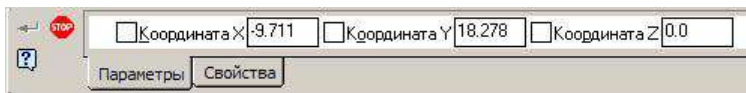

Рисунок 9.15 – Компактна панель і панель властивостей «Добавить из файла»
- клацніть мишею в діалоговому вікні «Выберите файл для открытия» по кнопці «Открыть». З'явиться відповідна панель властивостей «Добавить из файла» (рис. 9.15) з двома вкладками: «Параметры» и «Свойства».